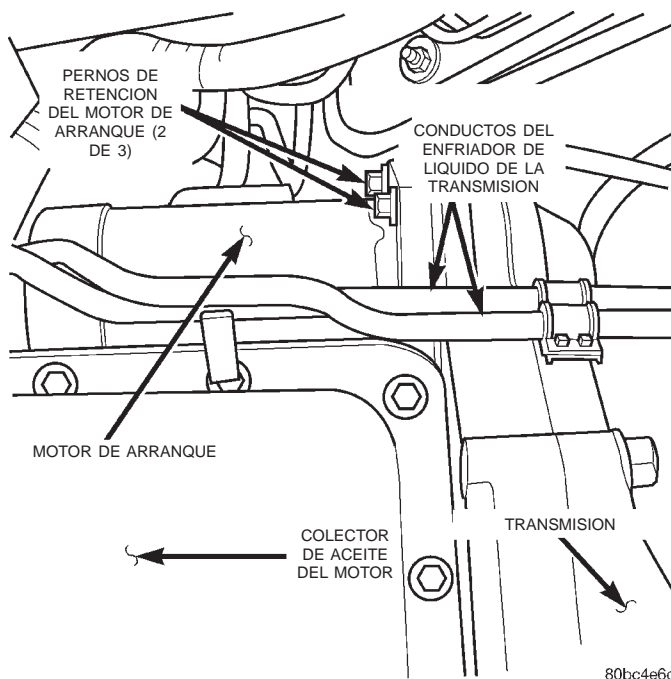

Fig. 2 Posición y orientación del motor de arranque
- (1) Emplace el motor de arranque e instale los (3) pernos de retención. Apriete los pernos con una torsión de 27 N·m (20 lbs. pie) (Fig. 2).